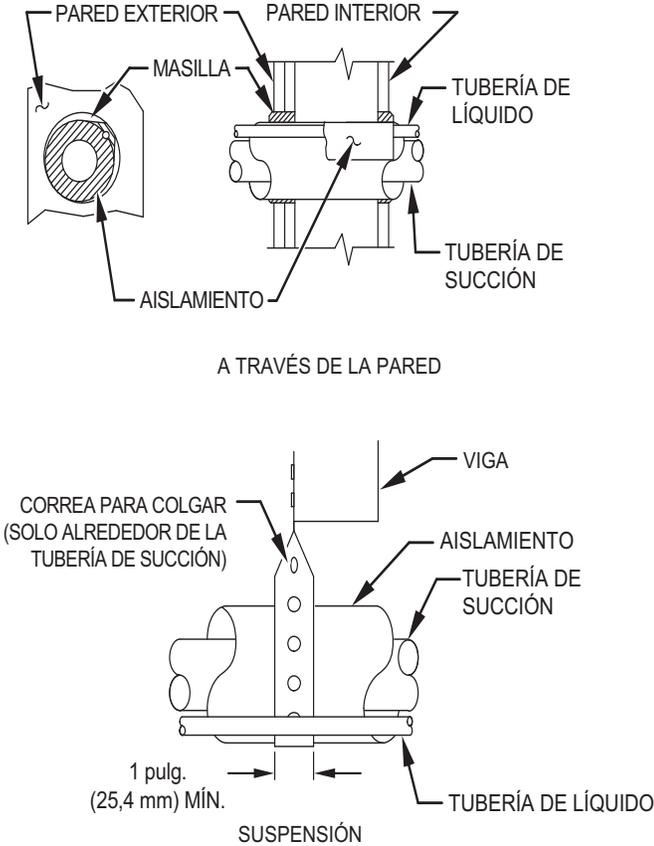

Fig. 1 – Instalación de la tubería de conexión
6. Al tender los tubos de refrigerante a través de la pared, selle la abertura con RTV u otro tipo de masilla de silicona flexible (consulte la Fig. 1).
8. No suspenda las tuberías de refrigerante en vigas ni travesaños con un cable o correa rígidos, en contacto directo con las tuberías (consulte la Fig. 1).
10. Si es necesario, use correas para colgar, que son de 1 pulgada de ancho y se adaptan a la forma del aislamiento de la tubería. (Consulte la Fig. 1)